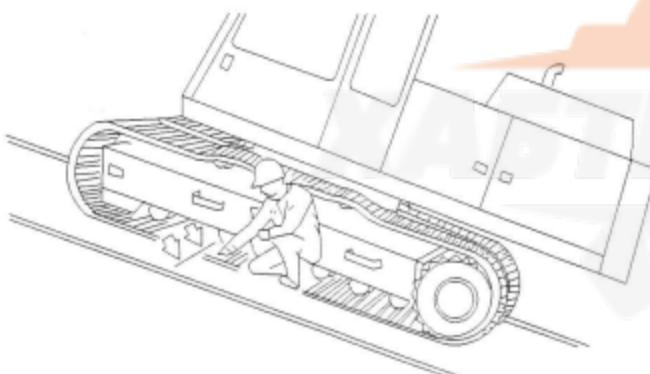

Рис. 8
- 4.** Для того чтобы обозначить положение машины относительно уклона, нанесите метки на гусеницу и раму опорных катков. Смотрите рисунок 8.